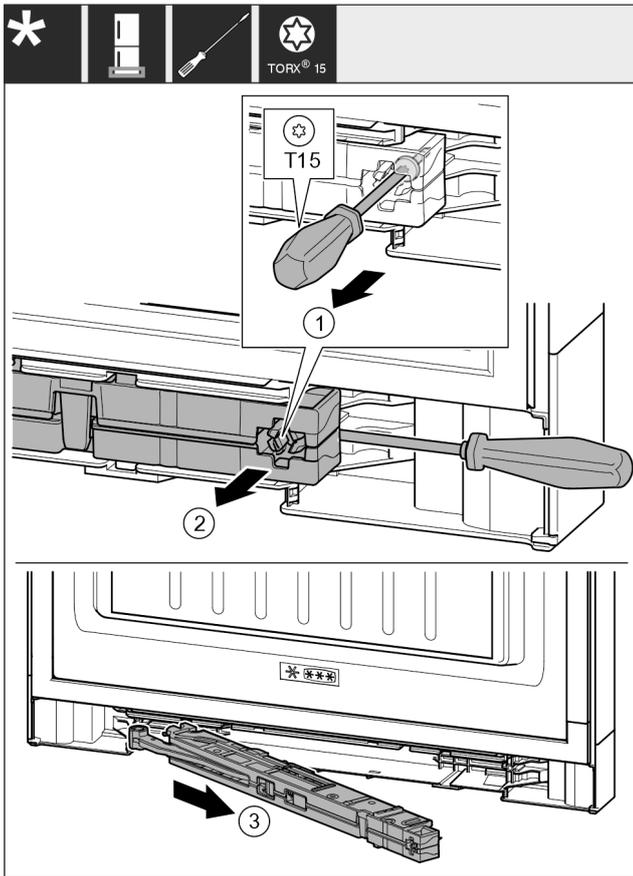

Fig. 17
- ▶ Løsne skruen på lukkedemperenheten med en skrutrekker T15 ca. 14 mm Fig. 17 (1)
- ▶ Sett inn en skrutrekker bak lukkedemperenheten på håndtakssiden. Dreii enheten fremover. Fig. 17 (2)
- ▶ Trekk ut enheten. Fig. 17 (3)